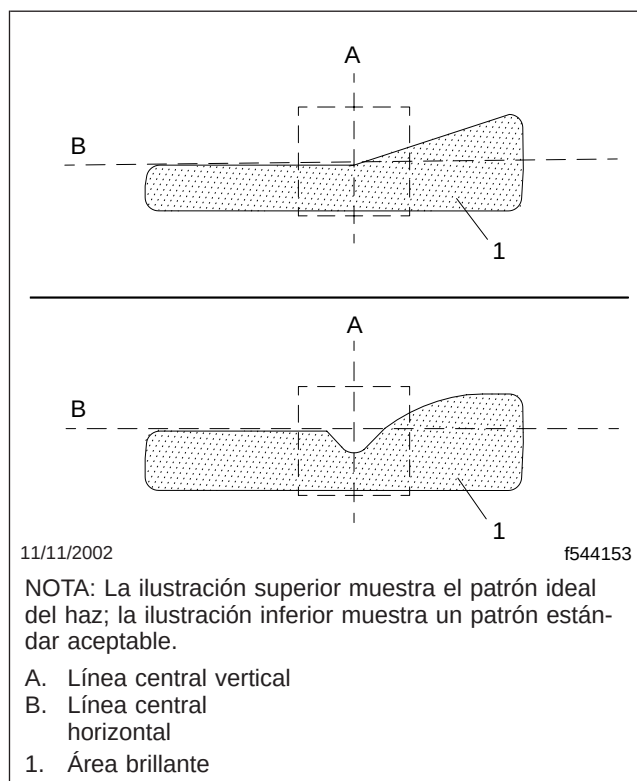

Figura 14.3, Patrón del haz de los faros
5. Encienda los faros con la luz baja. Vea en la **Figura 14.3** los patrones ideales y aceptables para ambos faros.